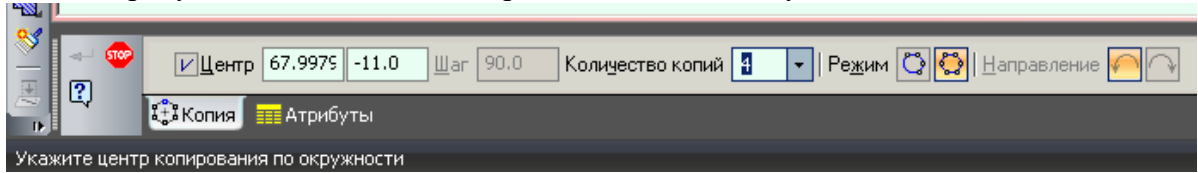

Рисунок 29
- На Панели свойств (см. рисунок 29) выбирается режим: Вдоль всей окружности, задается количество копий и указывается (или вводится) центр окружности. После того, как окружности отобразятся на рисунке их необходимо закрепить, нажав кнопку Создать объект: